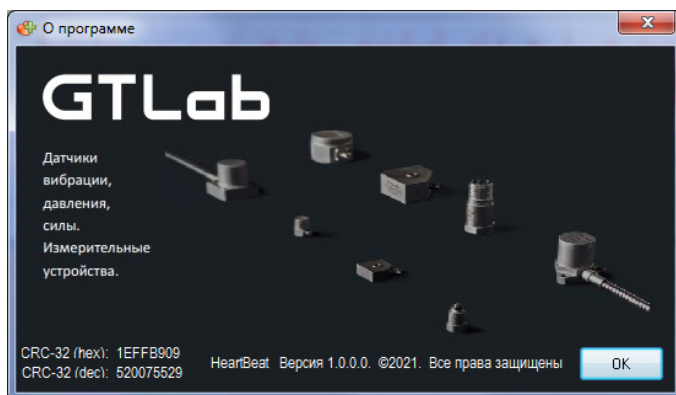

Рисунок 4.
- «Справка» / «О программе...» вызывает диалоговое окно с номером версии программы и контрольным избыточным циклическим кодом CRC32 (рисунок 4).